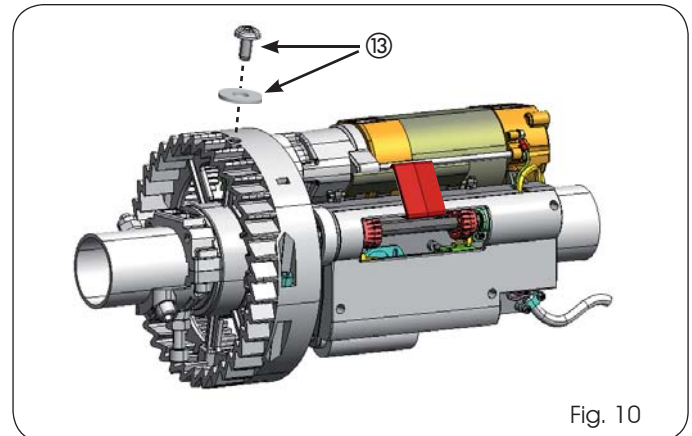

Fig. 10
11. Réaliser un trou de 10,5 mm de diamètre sur le rideau au niveau du trou de fixation sur la couronne de transmission. Utiliser ensuite la vis à tête bombée et sa rondelle illustrée dans la Fig. 10 réf. ⑬ pour la fixation définitive du rideau à la couronne.